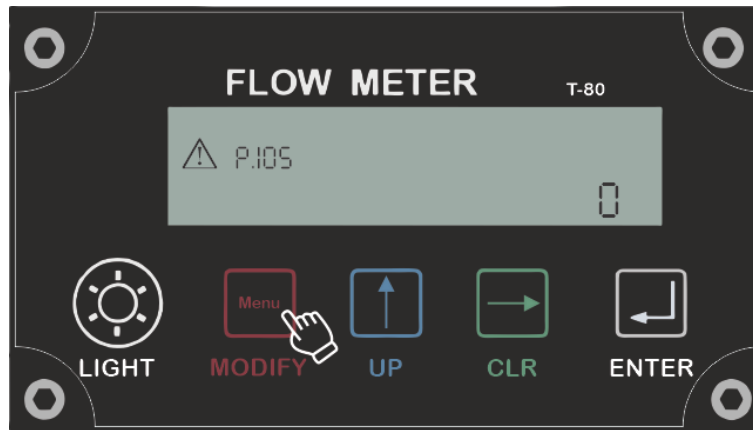
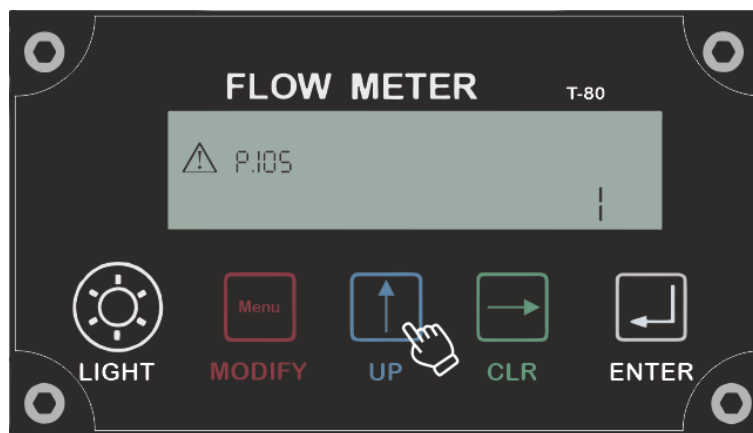

Figura 2.16 – Pantalla correspondiente al menú de activación BLUETOOTH
Figura 2.17 – Pantalla correspondiente al menú de activación BLUETOOTH, incrementando el dígito
- El botón **UP** permite incrementar los dígitos de uno en uno. En la Figura 2.16, se puede observar que al presionar el botón **MODIFY**, se activará el permiso para modificar el parámetro del menú P.105, para este ejemplo. Al presionar el botón **UP** incrementamos el dígito como se observa en la Figura 2.17.